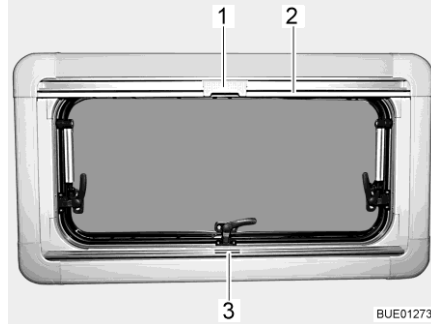
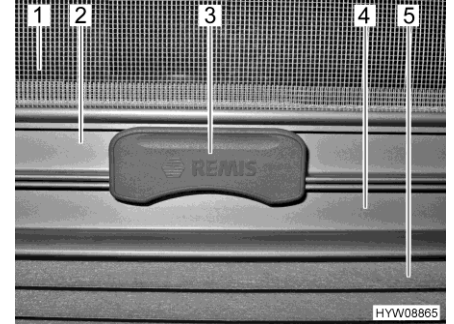

Fig. 53 Ventana abatible
Fig. 54 Cierre
El estor plegable (Fig. 54,5) se encuentra en la caja de la persiana inferior.
- Sujetar el estor plegable por el centro del agarradero (Fig. 53,3 y Fig. 54,4), tirar de abajo a arriba y soltarla a la altura deseada. El estor plegable se queda fijo a esta altura.
La mosquitera enrollable (Fig. 54,1) se encuentra en la caja de la persiana superior.
- Tirar del agarradero de la mosquitera enrollable (Fig. 53,2 y Fig. 54,2) hacia abajo hasta que choque con el agarradero del estor plegable (Fig. 54,4).
- Bloquear el cierre (Fig. 53,1 y Fig. 54,3) de la mosquitera enrollable con el agarradero del estor plegable. Si el cierre está bloqueado, el estor plegable y la mosquitera enrollable podrán ser ajustados juntos.
- Presionar la parte superior del cierre (Fig. 54,3) de la mosquitera enrollable.
- Regresar la mosquitera enrollable lentamente en el agarradero (Fig. 53,2).